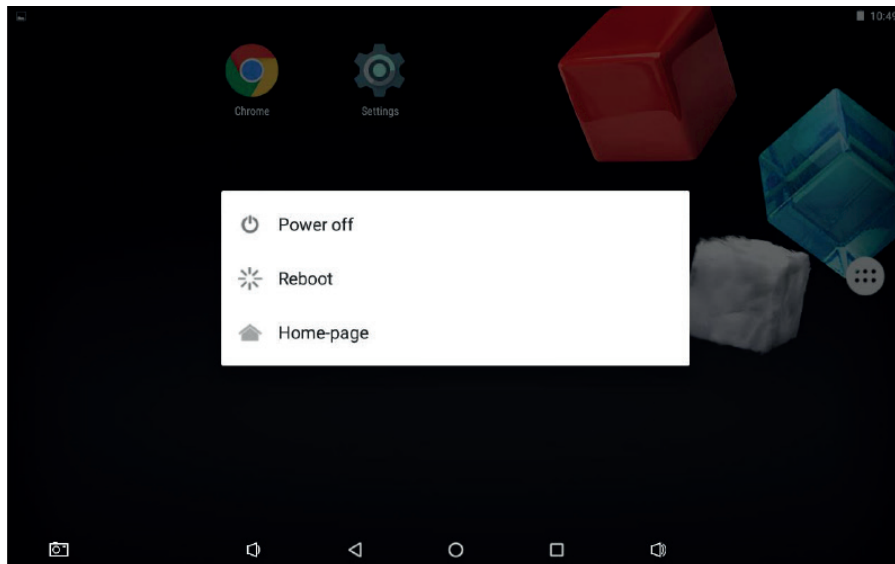

Рис. 30. Использование скрытой кнопки управления
<p>Коснитесь кнопки управления (7). Появится окно с выпадающим меню включения/перезагрузки (см. рисунок 30):</p> <ul style="list-style-type: none"> <li>• Если вход на домашнюю страницу не защищен паролем, переключитесь на домашнюю страницу.</li> <li>• Если вход на домашнюю страницу защищен паролем (см. раздел «Установка защитного пароля для кнопки управления»), введите корректный пароль и переключитесь на домашнюю страницу.</li> </ul>	<p>Нажмите кнопку питания на задней стороне (10). Появится окно с выпадающим меню включения/перезагрузки (см. рисунок 30). Зайдите на домашнюю страницу.</p> <p>или:</p> <p>Кликните Power off (выключение питания) и дождитесь выключения системы. Нажмите кнопку питания на задней стороне (10). Сенсорная панель переходит во включенное состояние. Зайдите на домашнюю страницу.</p>